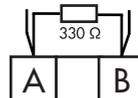
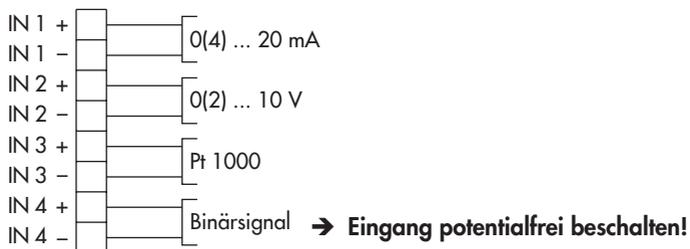

Bild 5-8: Elektrischer Anschluss
Bild 5-14: Anschlussbelegung bei Applikation Temperaturregelung bei Eingangssignalausfall
- Elektrischen Anschluss nach Bild 5-8 und geplanter Applikation (vgl. Bild 5-9 bis Bild 5-14) vornehmen.
4. Den elektrischen Anschluss nach Bild 5-8 vornehmen.